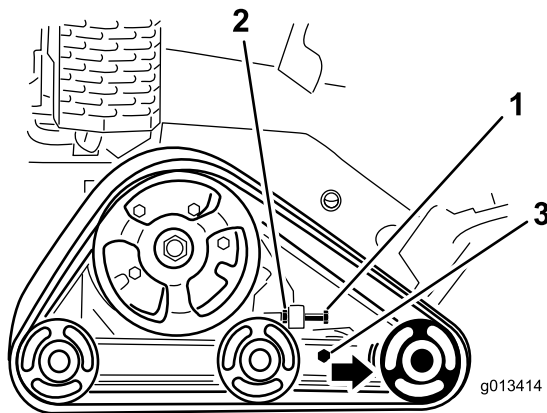

Figura 43
3. Slăbii contrapiulia de pe urubul de tensionare a enilei i uruburile de prindere de pe braul de tensionare (Figura 43).
4. Strângeți urubul de tensionare la un cuplu de 32,5 – 40 N m pentru a tensiona enila (Figura 43).
4. Retrageți urubul de tensionare i contrapiulia (Figura 43).
5. Slăbiți uruburile de prindere (Figura 43).